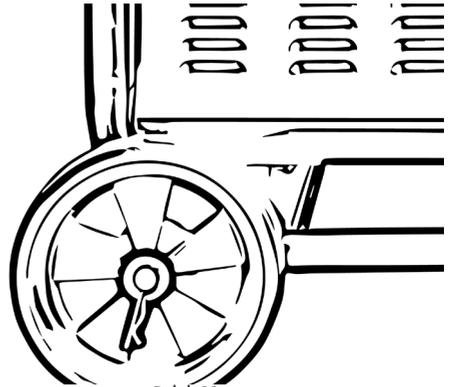

Bild 11
- Säkra hela enheten med en säkerhetssprint, se bild 11.